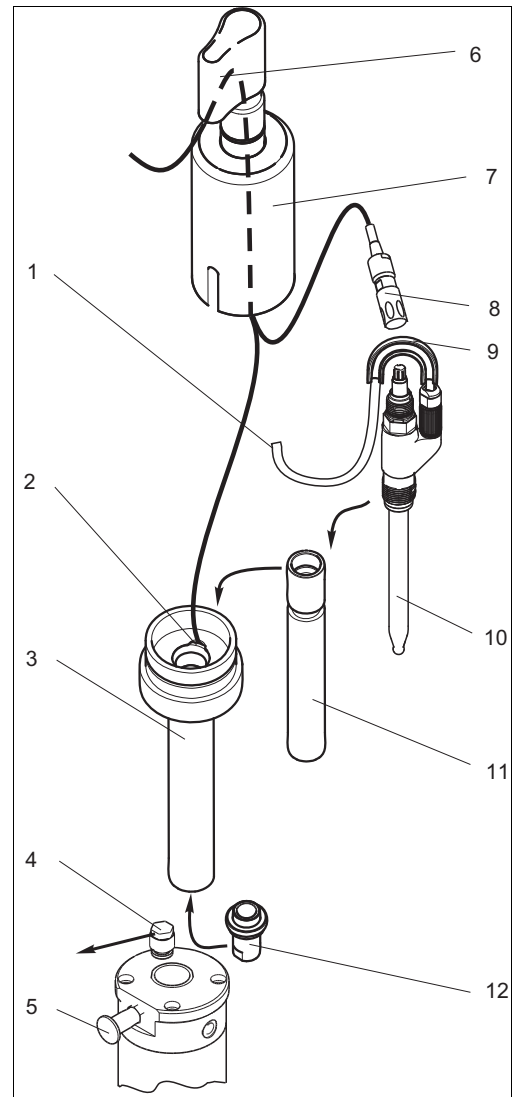

図 18 : KCl 溶液電極センサの取付け
1. 飛散防止キャップ (→ 図 18、項目 6) と KCl カバー (保護チューブを含む、項目 7) をホルダから外します。